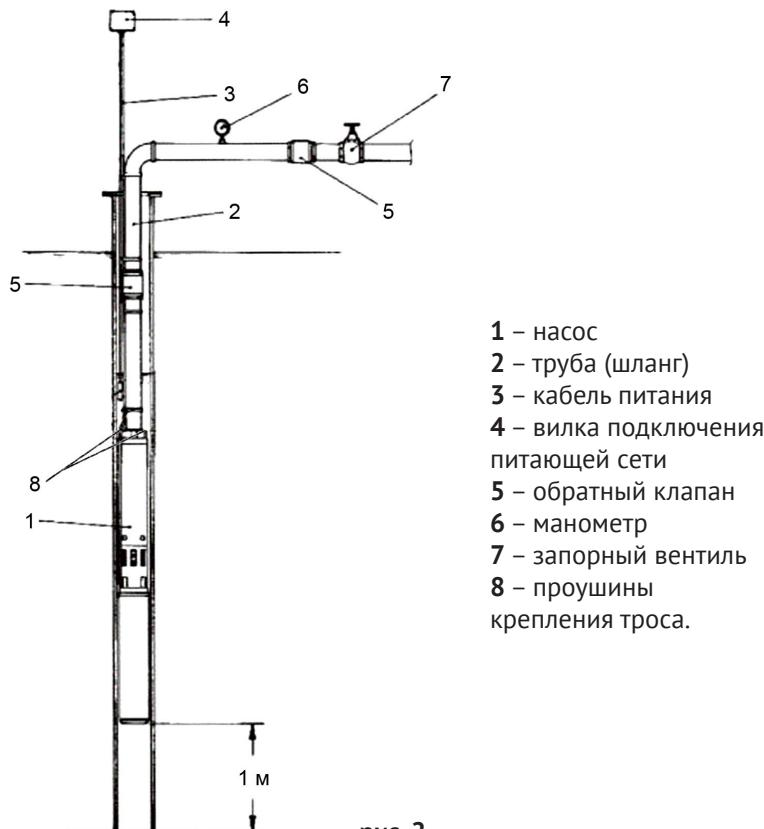

рис. 2
4.2 Рекомендуемая схема установки насоса представлена на рис.2
4.3 Привяжите 2 троса к проушинам (рис.2 поз.8) на корпусе насоса. Кабель питания (рис.2 поз.3) рекомендуется зафиксировать к одному из тросов, на котором закреплён насос (рекомендуемый интервал – 3 м).
4.9 Для предотвращения выкачивания воды из скважины (колодца), сравните их наполняемость с объёмной подачей насоса. Для этого частично перекрывайте вентиль (рис.2 поз.7) на выходе шланга из скважины (колодца).